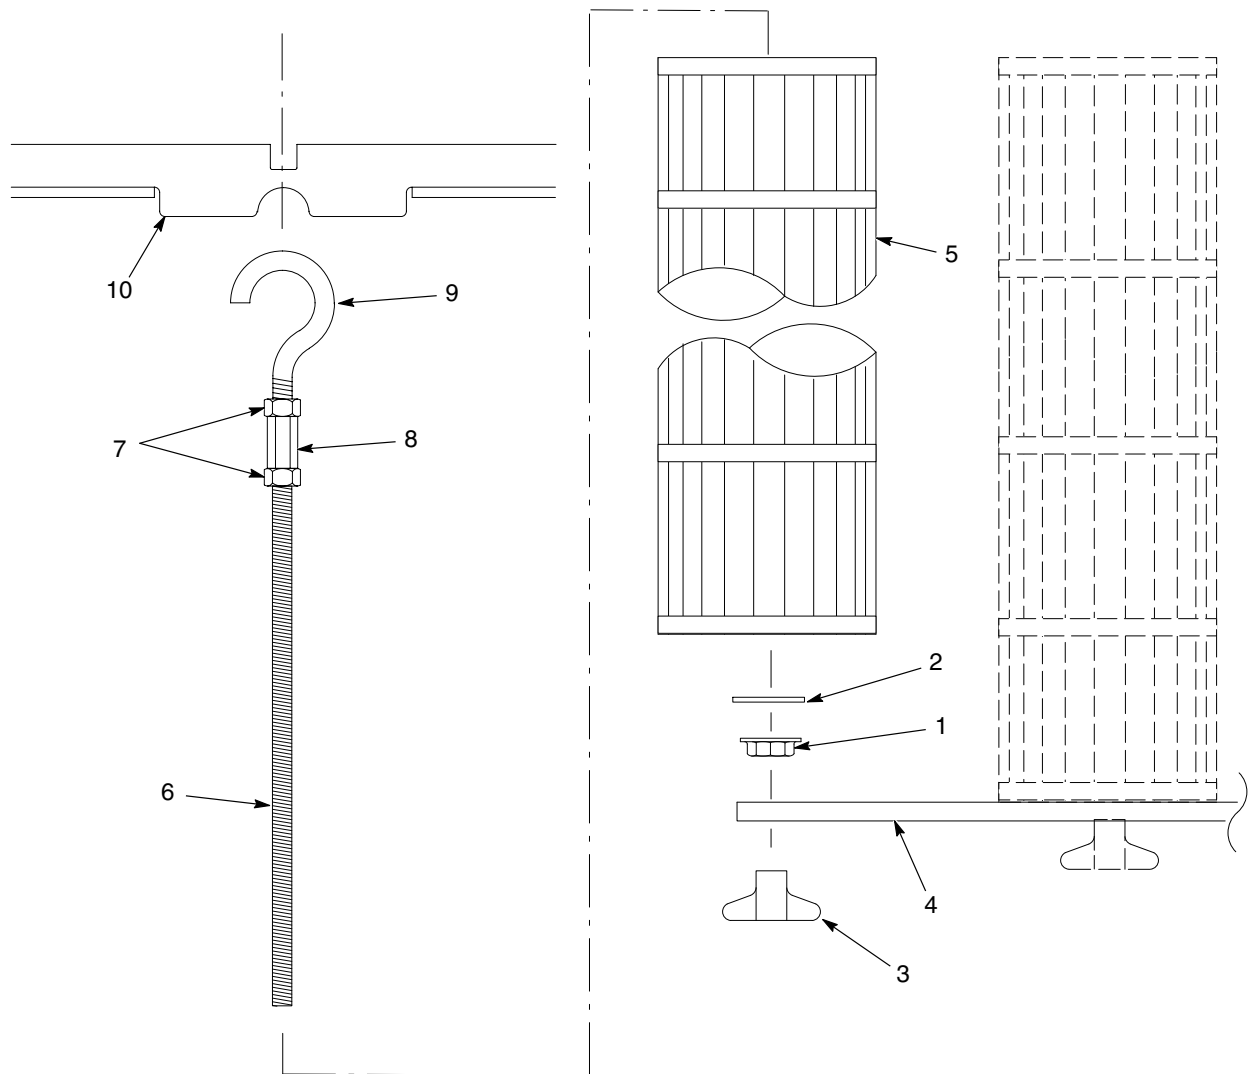

Figura 4 Instalación del cartucho de filtro
8. Ver la figura 4. Instalar las varillas de los cartuchos de filtro y los filtros, tal y como se describe en *Instalación del cartucho de filtro*. Fijar los retenedores a la parte inferior de los filtros.
Ver la figura 4.